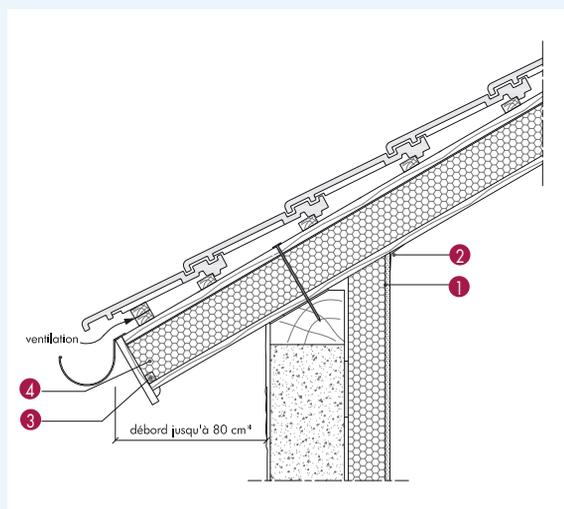

Fig. 12 : Égout en débord avec Fibratec ULTRA et Fibratec FM ULTRA Planche : planche de rive inclinée
Débords de toit pour Fibratec ULTRA Planche (fig. 12 et 13).
- soit glissée entre isolant et planche (fig. 12)